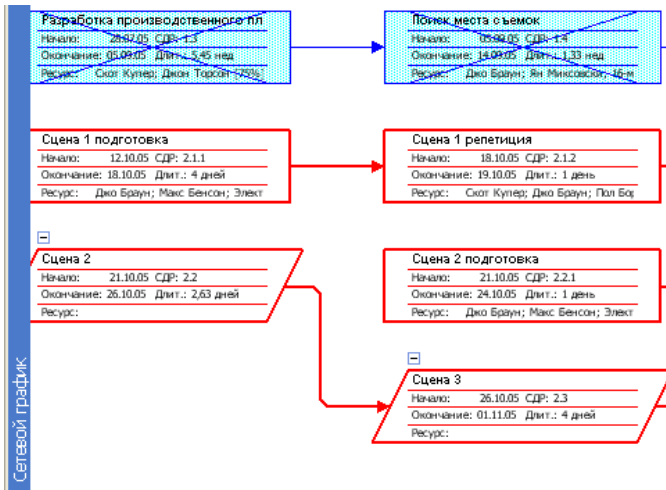

Рис. 170. Результат застосування шаблону
2.8. У *Шаблон данных* вибрати *Стандартный + СДР/ОК* (рис. 170).